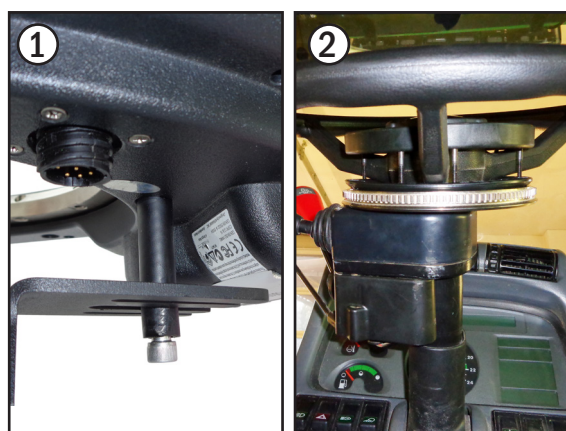

Abb. 10: RDU2 in Halter und auf Zahnkranz einsetzen
- Setzen Sie den RDU2 mit der Schraube auf der Unterseite in die mittlere Aussparung des Halters an der Lenksäule ein (siehe Abb. 10 – 1).
- Setzen Sie den RDU2 auf den vormontierten Zahnring an der Lenksäule (siehe Abb. 10 – 2).